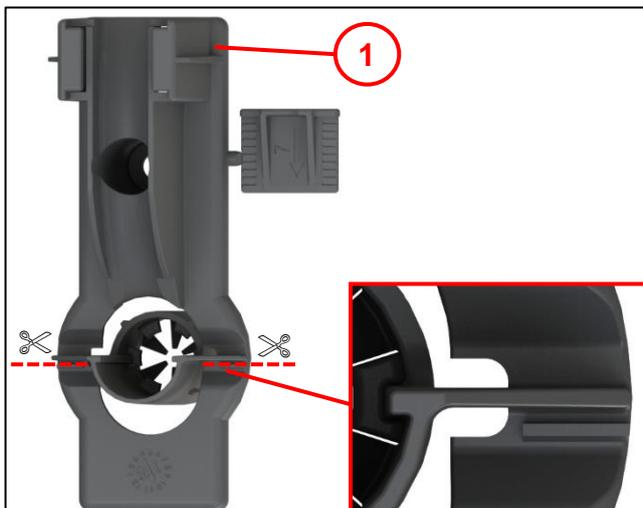

Abb. 16
**Beachten:** bei Einbau dicht oberhalb der Bodenplatte weiter bei Abb. 16.